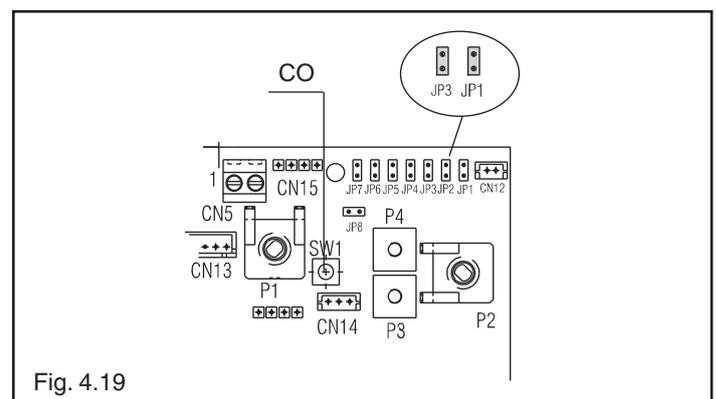

Fig. 4.19
- inserire i jumper JP1 e JP3 (Fig. 4.19)
- premere il pulsante CO (Fig. 4.19) e passare alla taratura del parametro successivo.
- Rimuovere il mantello, abbassare il cruscotto verso di sé e rimuovere il coperchio ispezione parti elettriche per accedere al pulsante "CO" (Fig. 4.19).
- inserire i jumper JP1 (Fig. 4.19)